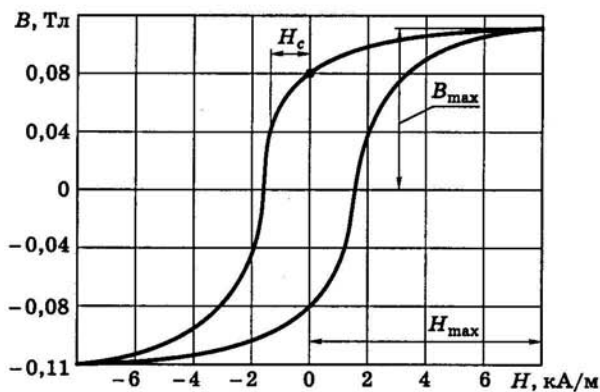

Рис. 5.1. Петля гистерезиса
5.1. Определите коэффициент прямоугольности α_n гистерезисной петли, показанной на рис. 5.1.